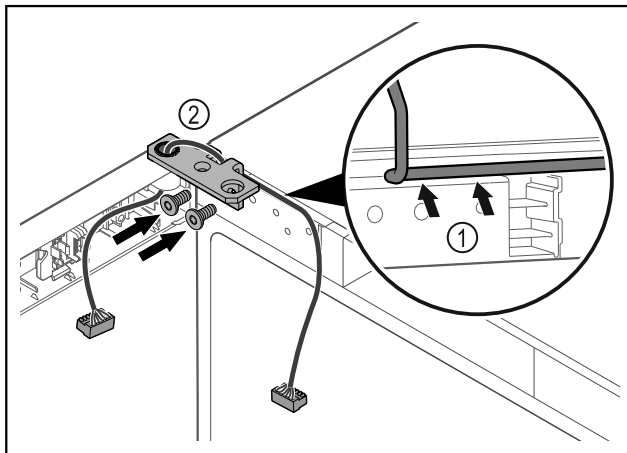

Fig. 44
- ▶ Περάστε το καλώδιο μέσα από το άνοιγμα της γωνίας μεντεσέ και τοποθετήστε το προσεκτικά Fig. 44 (1).
- ▶ Βιδώστε τη γωνία μεντεσέ Fig. 44 (2).